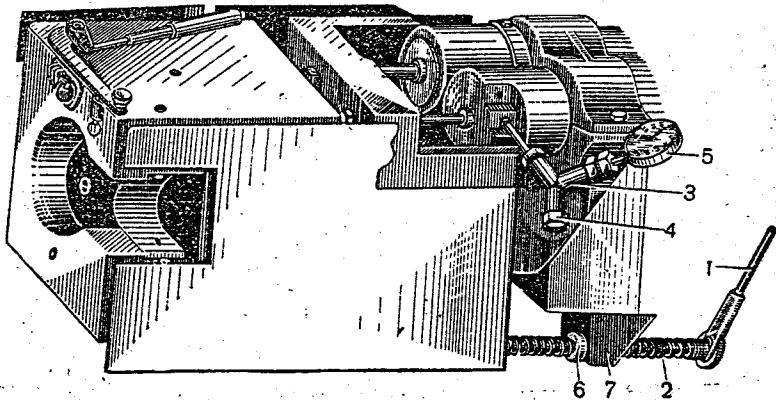

Рис. 58. Определение количества жидкости в накатнике:
Определение количества жидкости в накатнике (рис. 58)
4. Ввинтить в отросток тройника манометр 5 (рис. 58), после чего ввинтить тройник 3 в дно цилиндра накатника.